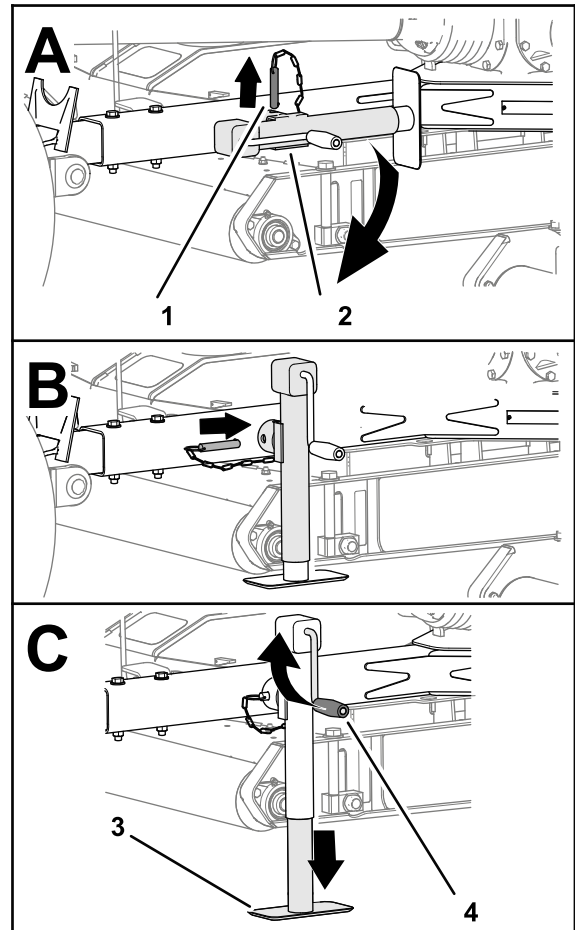

Figura 23
3. Retire el pasador y gire el gato de la barra de tiro en vertical (Figura 23).
4. Alinee el taladro en la barra de tiro con el taladro en el gato (Figura 23).
5. Inserte el pasador a través de los taladros en la barra de tiro y el gato (Figura 23).
- Gire la manivela del gato para elevar totalmente el apoyo del gato; consulte la Figura 23 en Uso del gato de la barra de tiro \(página 16\).